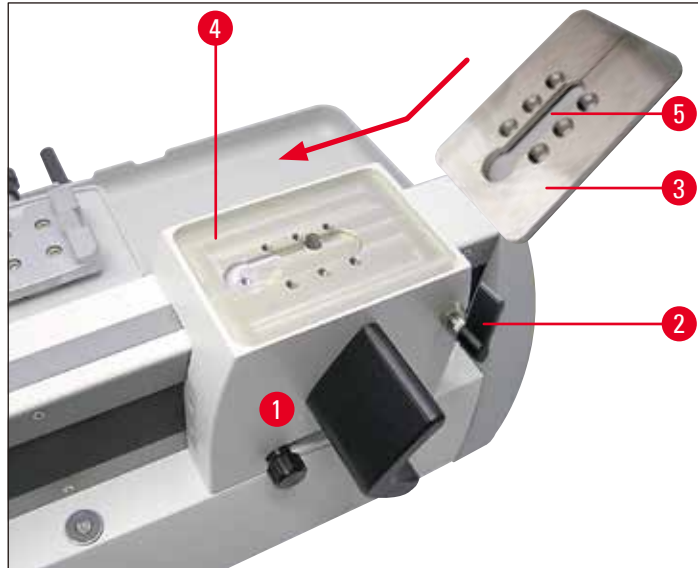

Fig. 15
- Comme indiqué à la (→ Fig. 15), poser la plaque à rainures sur la surface utile. Veiller à ce que l'ouverture ronde (→ Fig. 16-8) pour l'introduction de la pièce en T dans la rainure (→ Fig. 15-5) destinée à l'introduction du porte-lame soit orientée vers l'avant.